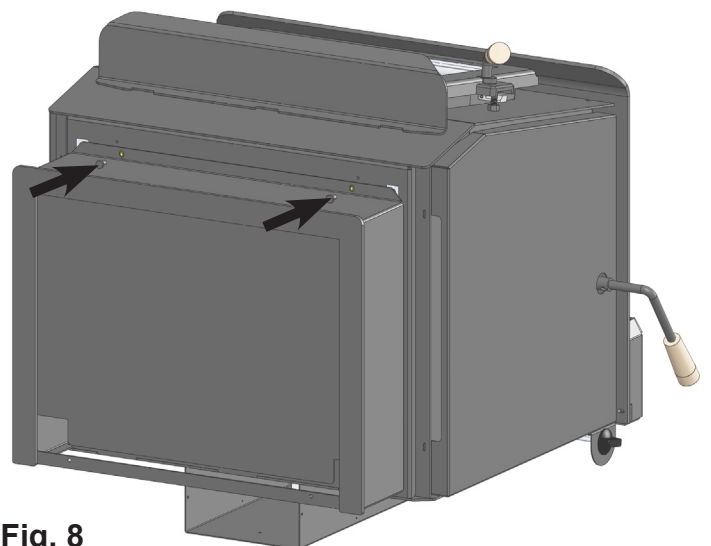

Fig. 8
4. Il y a deux boulons 1/4-20 x 1/2" fournis avec l'ensemble de base classique, serrez jusqu'à ce qu'il soit bien ajusté. (**Fig. 8**)